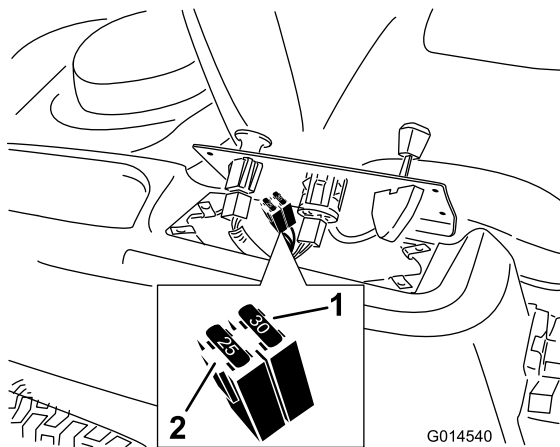

Figura 39
2. Eleve o painel de controlo para aceder à extensão principal e à caixa dos fusíveis (Figura 39).
3. Para substituir fusíveis, puxe o fusível para o retirar (Figura 39).